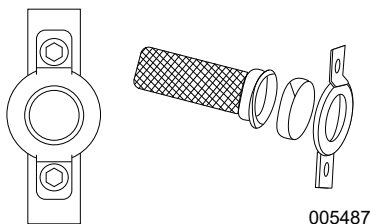

Figure 4-6. Écran du pare-étincelles
1. Reportez-vous à la **Figure 4-6**. Retirez la bride afin de pouvoir retirer la bague d'arrêt.